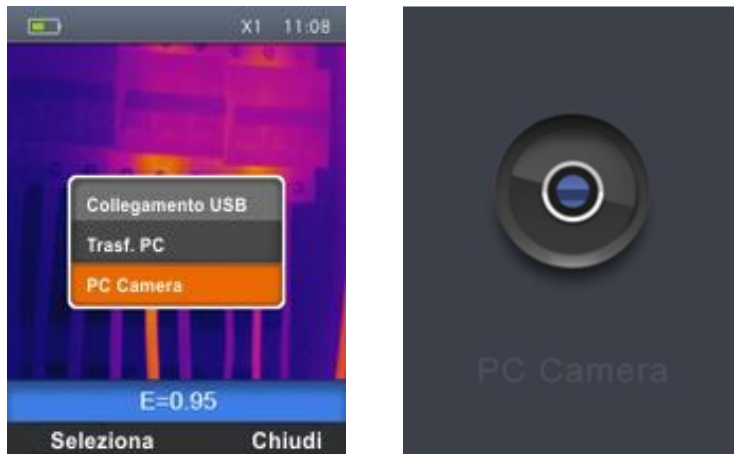

Fig. 39: Visualizzazione immagine in tempo reale a PC
1. Collegare il cavo USB allo strumento (vedere Fig.3 – Parte 16) e al PC. La seguente videata (vedere Fig. 39 – Parte sinistra) è presente a display:
2. Usare i tasti \oplus o \ominus per selezionare l'opzione "PC Camera" e premere il tasto "Seleziona". La videata di vedere Fig. 39 – Parte destra è mostrata a display